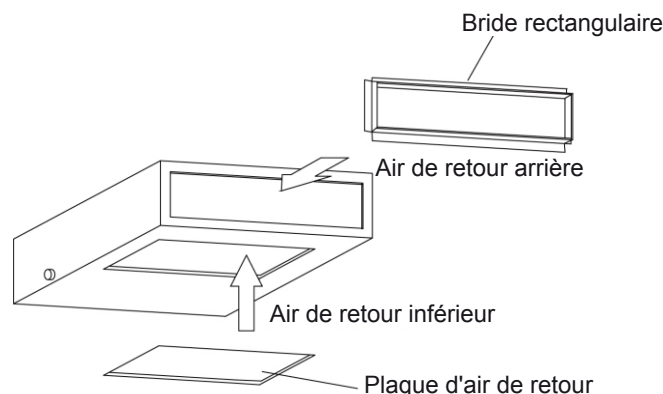

Fig 4.4.4
- (1) L'emplacement d'installation par défaut de la bride rectangulaire se trouve à l'arrière, et la plaque d'air de retour se trouve en bas, comme indiqué dans la Fig. 4.4.4.